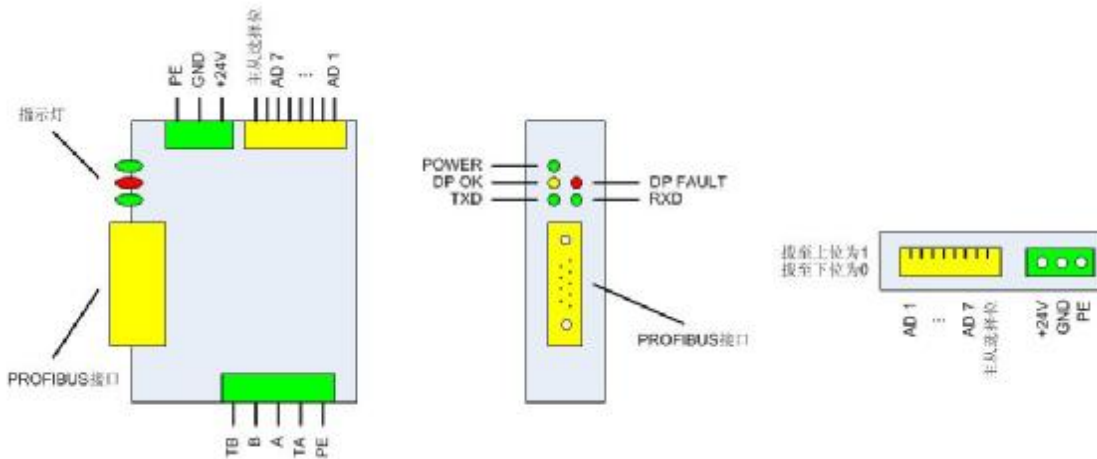

图 1-0: PBMD-K20 接线示意图
- (1) 如图 1-0，顶部为电源接口（直流 24V）、Modbus 主从设置拨码（MS 为 Modbus 做从站，MM 为做 Modbus 主站）、Profibus 地址设置拨码（采用的是 8421 码，如 AD1-AD3 拨到 ON 的位置地址为 7）。
- (2) 底部为 Modbus 通讯接口，B (+)，A(-)，本产品内置终端电阻，需要接入终端的时候将 TB 和 B 短接，TA 和 A 短接即可。
- (3) 正面为 Profibus 通讯接口和指示灯。